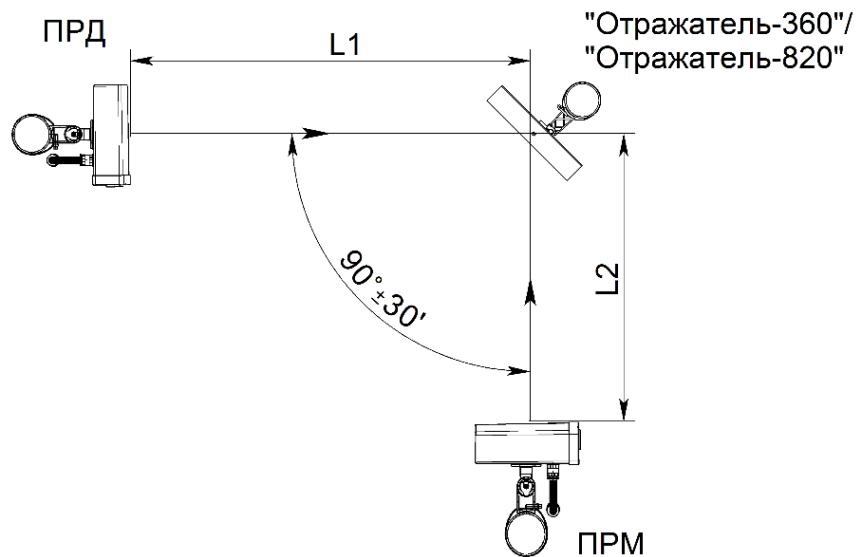

Рисунок 2.13 – Установка извещателей с применением отражателя «Отражатель-360» («Отражатель-820»)
2.3.9.2 При работе извещателей с «Отражателем-360» (см. рисунок 2.13) суммарная длина зоны обнаружения L_1+L_2 (где L_1 – расстояние между блоком ПРД и отражателем, L_2 – расстояние между отражателем и блоком ПРМ) не должна превышать: